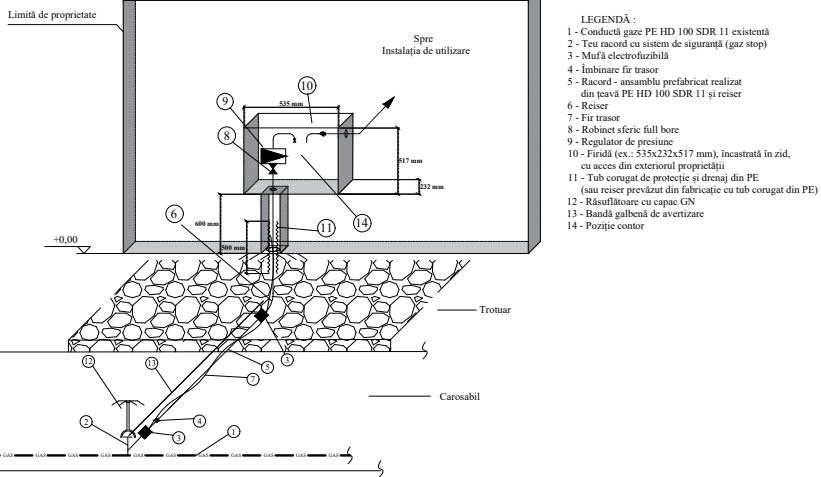

Fig. 3 Firidă montată prin încastrare
- ✓ încastrare într-un gard exterior, stabil, al imobilului alimentat (Fig. 3);Efectuarea decupajului / prevederea golului în gard, revine în sarcina clientului și trebuie să respecte dimensiunile necesare atât pentru încadrarea firidei prin încastrare, cât și asigurarea spațiului pentru poziționarea reiserului și a cuplării cu instalația de utilizare a gazelor naturale.